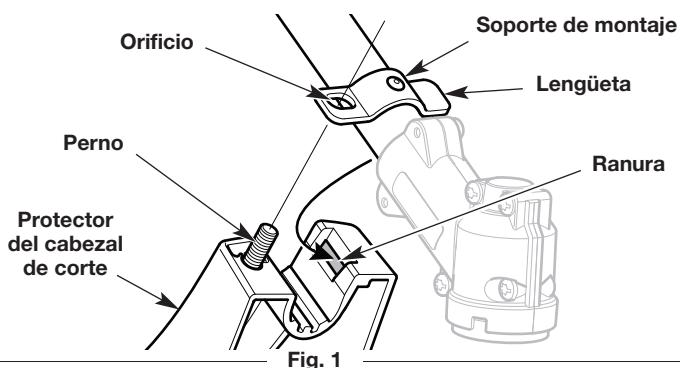

Fig. 1
2. Inserte la lengüeta corta (la que no tiene orificio) en el soporte de montaje dentro de la ranura del protector del cabezal de corte (Fig. 1).
3. Rote el protector del cabezal de corte hasta que el perno en el protector del cabezal de corte sobresalga a través del orificio del soporte de montaje (Fig. 1).